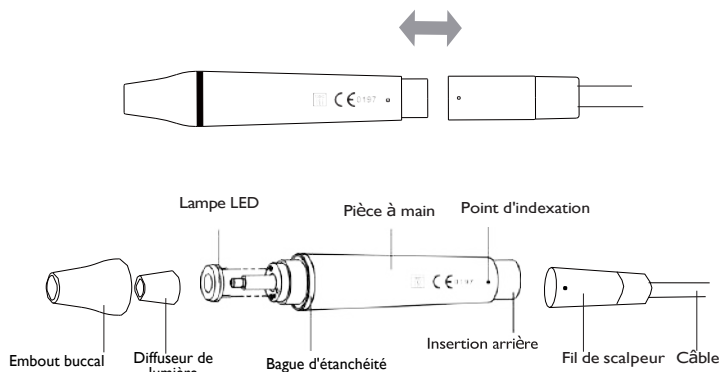

Figure 3
3.1 Mode d'emploi de la pièce à main (voir figure 3) :